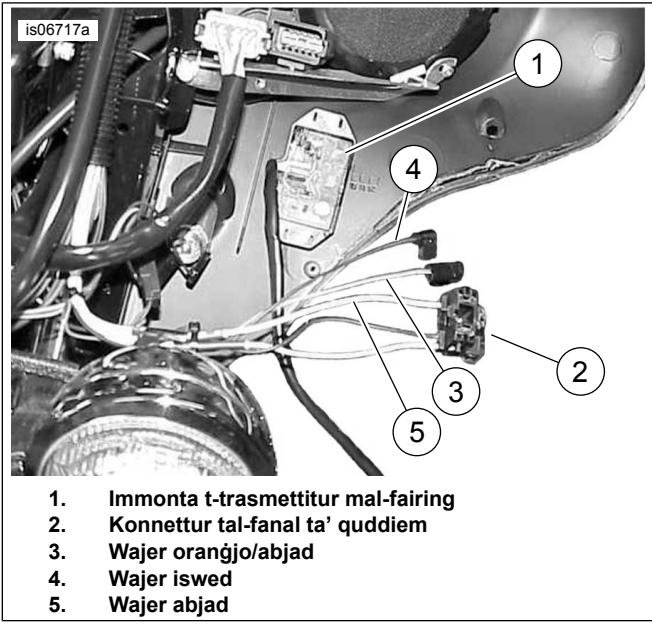
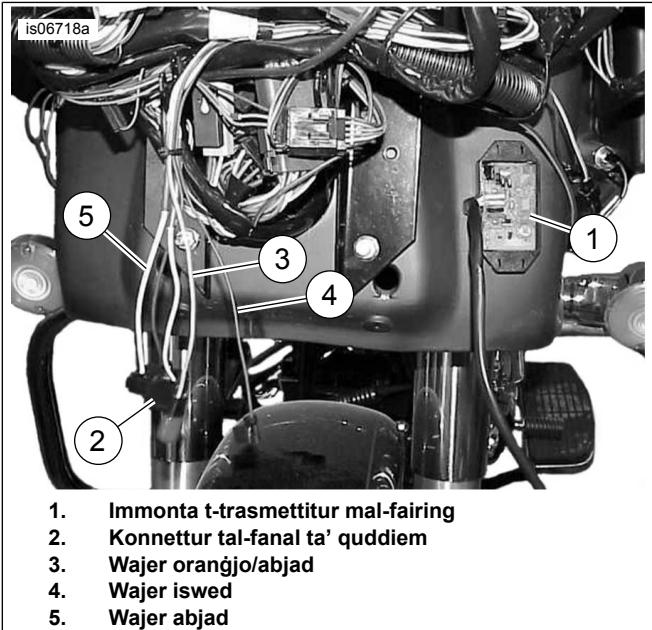

Figura 11. Wajers għall-Konnessjonijiet tat-Trasmettitur (FLHT/X tal-2013-iktar Kmieni)
Figura 12. Wajers għall-Konnessjonijiet tat-Trasmettitur (FLRT tal-2013-iktar Kmieni)
2. Neħħi t-tejp protettiv mill-qoxra tal-adeżiv fuq naħha waħda tal-pad tal-foam għal fuq it-trasmettitur (3).
3. Ara Figura 11 . (Mudelli FLHT, FLHX) jew Figura 12 . (Mudelli FLTR). Immonta t-trasmettitur man-naħha ta' fuq ta' ġewwa l-fairing.